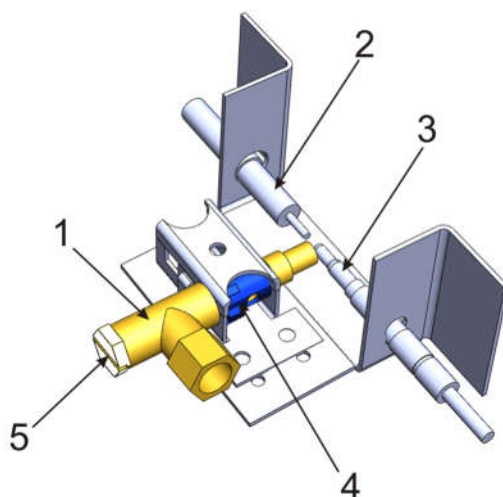

Рис.5 Устройство узла запальной горелки
- Открутите ключом на 11 заглушку 5 (рис.5), под которой располагается регулировочный винт мощности пламени запальной горелки.
- Если пламя запальной горелки коптит или шумит, необходимо отрегулировать подачу первичного воздуха шибером 4 (рис.5), поворачивая его вокруг своей оси.
- После того, как пламя запальной горелки отрегулировано, закрутите заглушку 5 (рис.5).